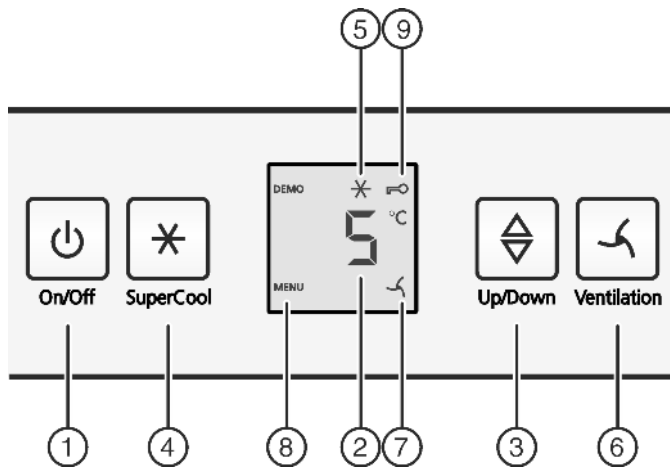

Fig. 3
- ▶ Taste On/Off Fig. 3 (1) drücken.
- ▶ Taste SuperCool Fig. 3 (4) ca. 5 Sekunden drücken.
- ▷ In der Anzeige wird das Symbol Menu Fig. 3 (8) angezeigt.
- ▶ Mit der Taste SuperCool Fig. 3 (4) kurz bestätigen.
- ▷ Das Symbol Kindersicherung Fig. 3 (9) leuchtet in der Anzeige.
- ▶ Die Taste On/Off Fig. 3 (1) kurz drücken.
► Temperaturfunktion aufrufen: Die Einstelltaste Fig. 3 (3) drücken.
► Temperatur in 1 °C -Schritten ändern: Einstelltaste Fig. 3 (3) so oft drücken, bis die gewünschte Temperatur in der Temperaturanzeige leuchtet.
► Taste SuperCool Fig. 3 (4) kurz drücken.
▷ Das Symbol SuperCool Fig. 3 (5) leuchtet in der Anzeige.
▷ Das Symbol SuperCool Fig. 3 (5) erlischt in der Anzeige.
► Taste Ventilation Fig. 3 (6) kurz drücken.
▷ Das Symbol Ventilation Fig. 3 (7) leuchtet.